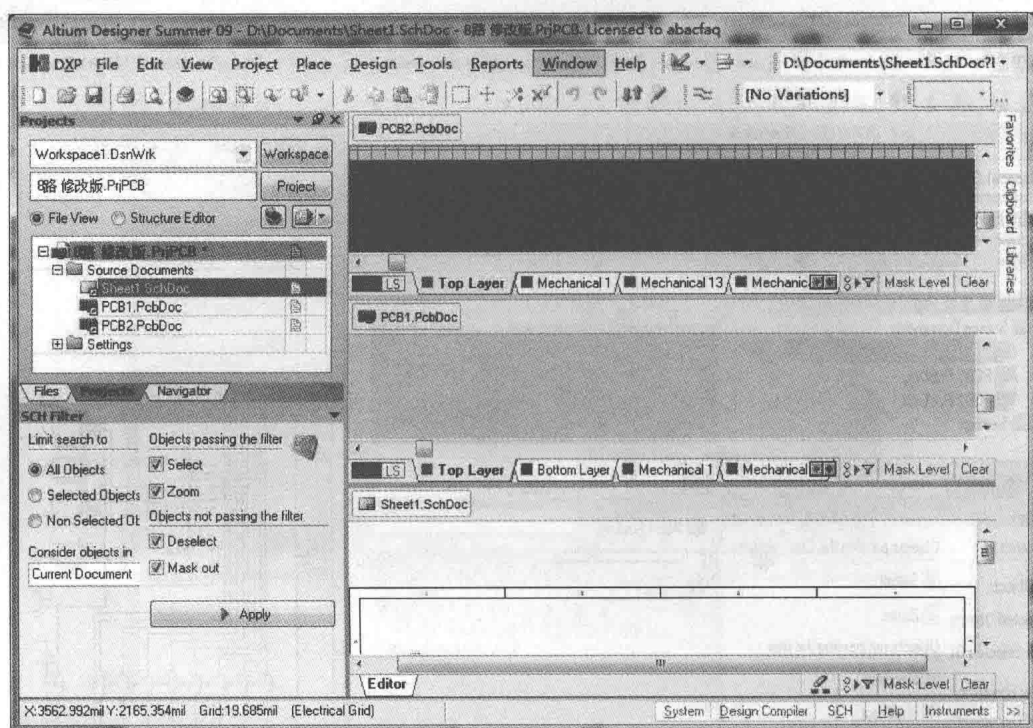

图 1.18 水平平铺窗口显示
(2) 水平平铺窗口。执行“Window（窗口）”\“Tile Horizontally（水平排列）”命令，即可将当前所有打开的窗口水平平铺显示，如图 1.18 所示。